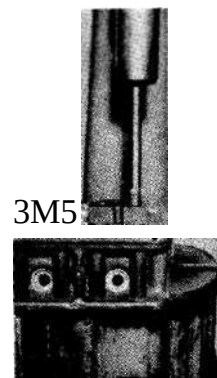

Bild 4-90
4. Ventilführungen auspressen (Bild 4-90).